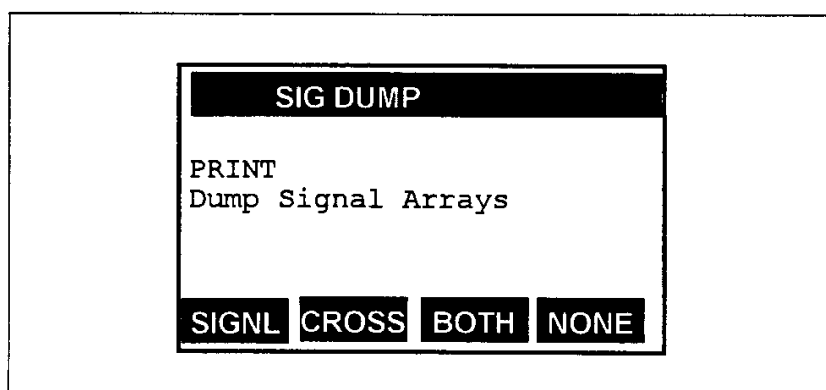

図 7-6： SIGNLS を選択した後の表示画面
2. [←]と[→]キーを使用して選択肢を表示させ、[F2]を押して SIGNLS を選択します。図 7-6 のような画面が表示されます。